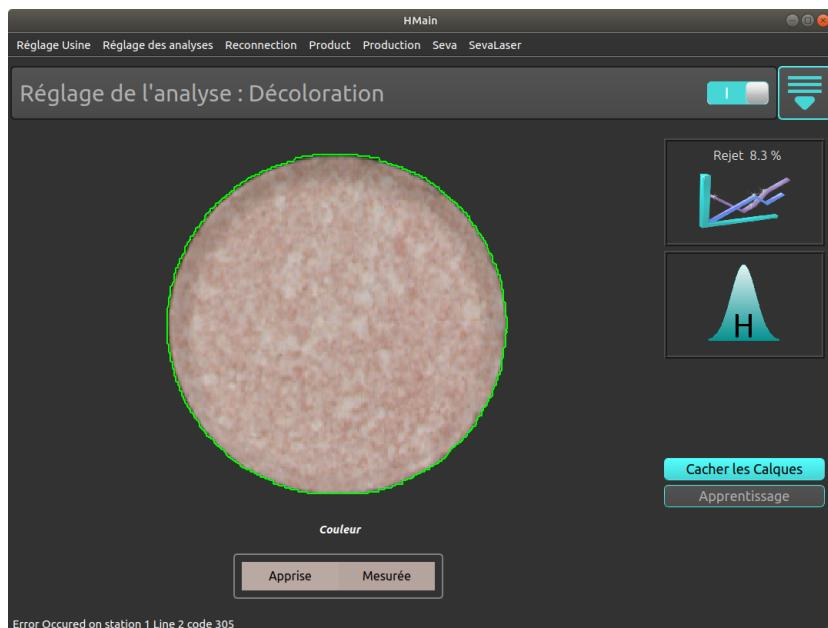

FIGURE 10.1 – Décoloration IHM
- Cliquer sur “Apprentissage”, voir Fig. 10.1